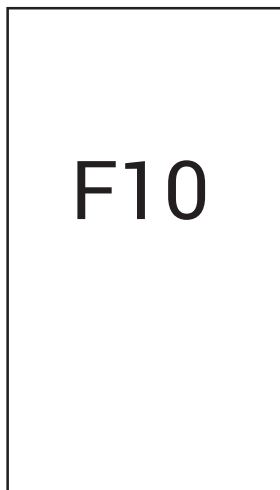

рис. 4
**Неисправность типа F (Рис. 4):** Неисправность, сброс которой происходит автоматически после устранения проблемы.